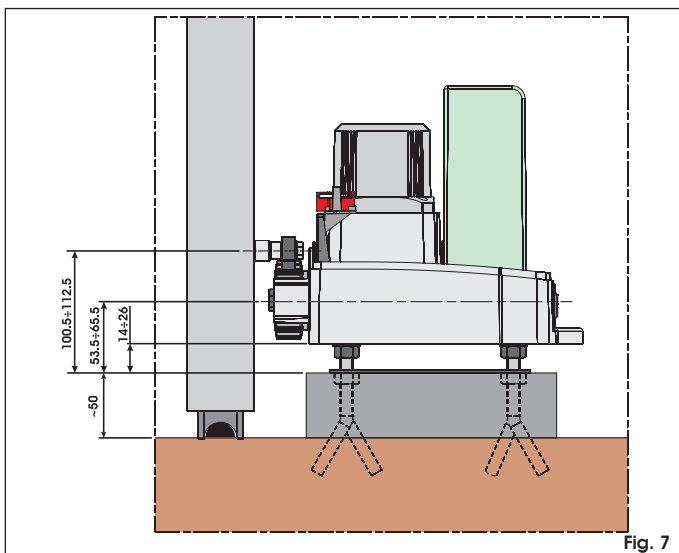
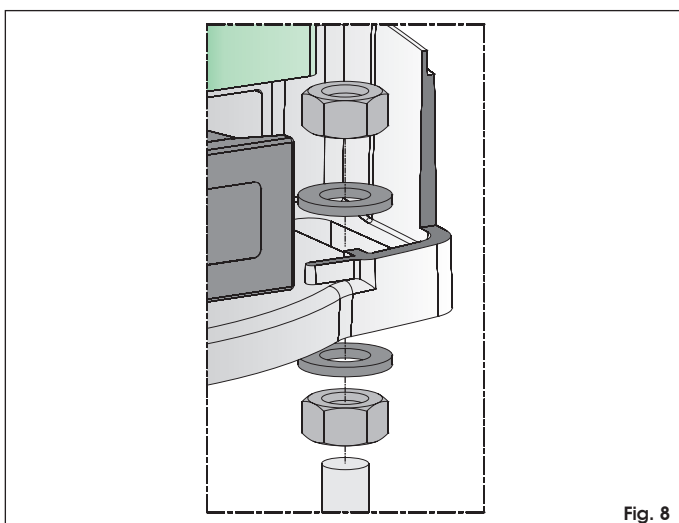

Fig. 7
Fig. 8
On conseille de placer la plaque sur une base en béton à environ 50 mm du sol (fig. 7).
7. Fixer l'opérateur sur la plaque de fondation avec les vis et les rondelles fournies d'après la fig. 8. Le positionnement de l'opérateur est illustré dans la fig. 7. Durant cette opération, faire passer les câbles électriques à travers le trou spécifique présent sur la base du corps du motoréducteur.